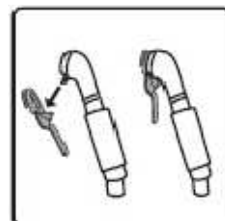

fig.23
- Introduzca con suavidad la parte baja de la cabeza de difusión en el orificio del cepillo y pinza previsto para ello. Empújela hasta el final para que quede bien fijada. (fig.23)